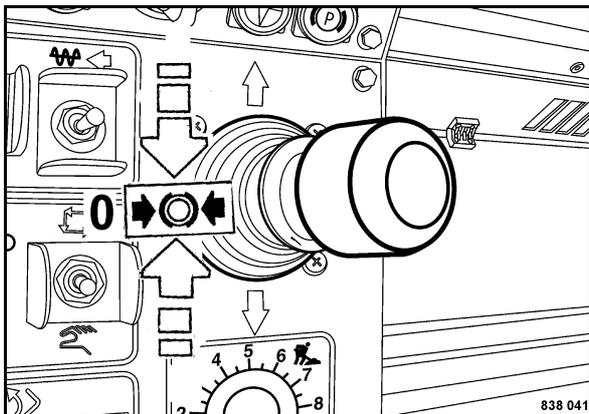

Fig. 103
- Porre la leva di marcia (Fig. 103) su "0".